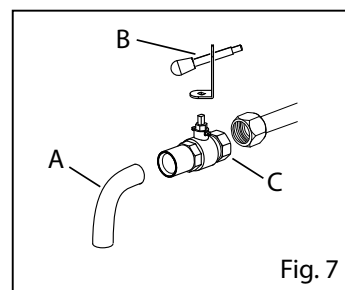

Fig. 7
- Desmonte el tubo de descarga (Fig. 7/A)
- Desenrosque el sistema de descarga de aceite (Fig. 7/B)
- Desenrosque el grifo (Fig. 7/C)